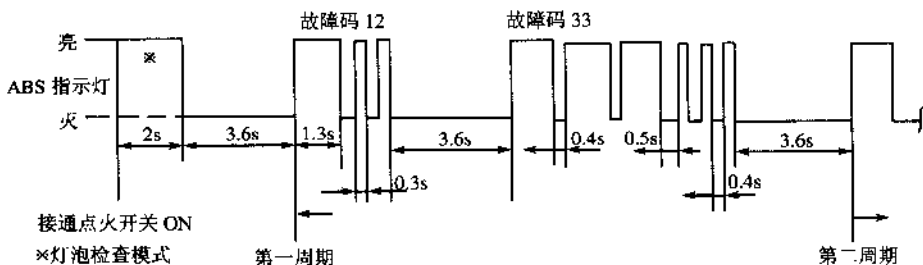

图 8.12 故障代码闪烁显示示意图
③ 根据 ABS 指示灯的闪烁情况读出故障码。指示灯的闪烁按时间分为长闪烁和短闪烁，长闪烁的次数代表故障码的十位数，短闪烁的次数代表故障码的个位数。长闪烁灯亮 1.3s，短闪烁灯亮 0.3s，同种闪烁之间间隔 (灯灭) 0.4s，长短闪烁之间间隔 0.5s。如果故障码不止一个，则将按故障码数字的大小顺序依次反复显示，各故障码之间间隔 3.6s。如图 8.12 所示就是故障码 12 和 33 的显示示意图。故障码的显示一般很难一次读准，因此至少应读两次甚至两次以上，以确认读到正确的故障码。